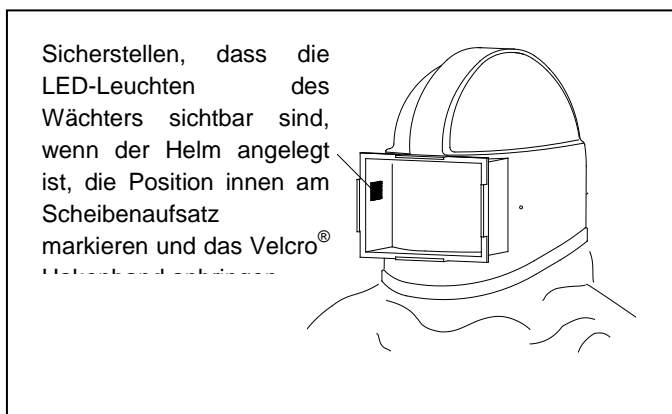

Abbildung 5
2.1.2.3 Den Helm anlegen (aufsetzen) und den Wächter an einer der Seitenwände des Scheibenaufsatzes vorläufig anbringen, wie in Abbildung 5 dargestellt. Sicherstellen, dass die LED-Leuchten des Wächters sichtbar sind.